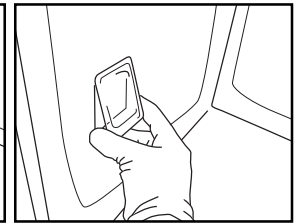

Fig. 9
5. Réinstallez le cache de l'ampoule en le poussant contre la paroi de façon à l'accrocher correctement (Fig. 9).